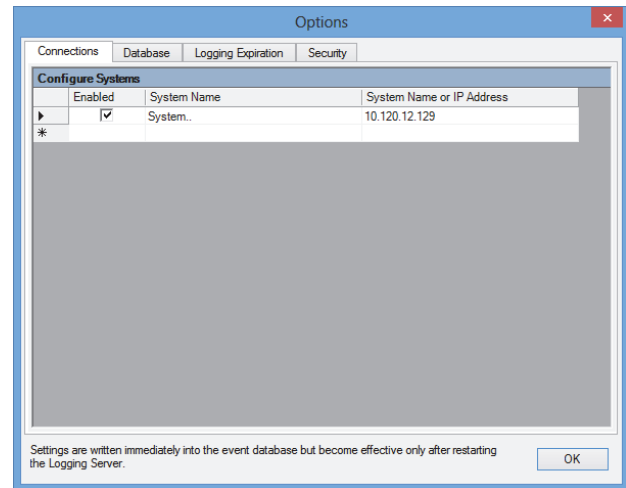

abbildung 58.5: Options Fenster
- 2 Klicken Sie auf *File > Options*. Es erscheint ein Bildschirm, der dem in abbildung 58.5 ähnelt.